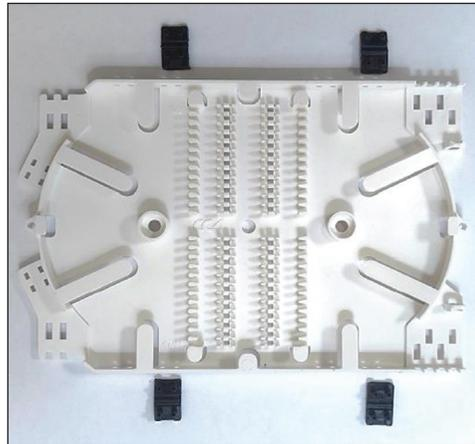

Рисунок 15
3.3 Установка в муфту кассет А2-А9 и их крепление осуществляется при помощи 4-х пластмассовых петель. Кассеты А2-А9 устанавливаются сверху установленной первой кассеты А1 (рисунок 15).